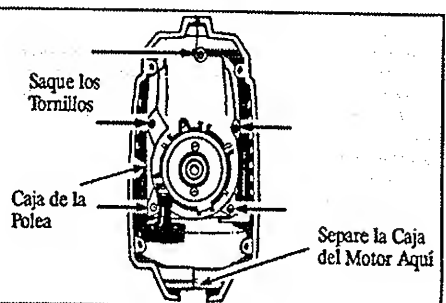

Figura 15
- Retire los 5 tornillos de la caja de la polea. Figura 15. Luego separe suavemente la caja del motor y retire la caja de la polea, con la polea, del motor.